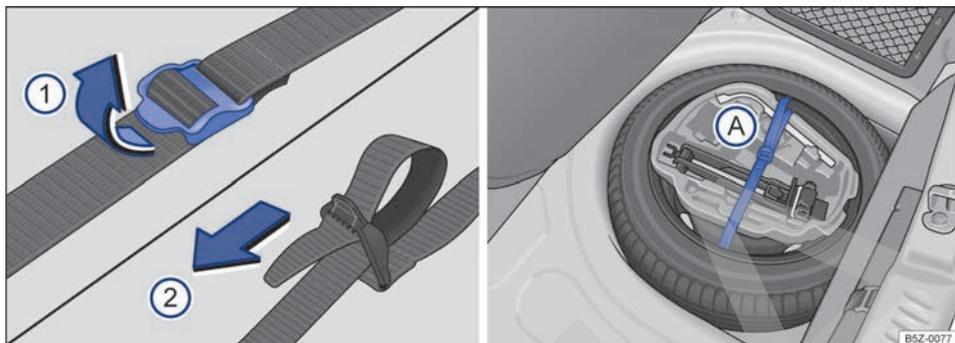

Fig. 156 En el maletero: cinta de fijación de la caja de herramientas y caja de herramientas de a bordo.
- Para soltar la cinta de fijación ⇒ fig. 156 (A), tirar de la hebilla en el sentido de la flecha ①.